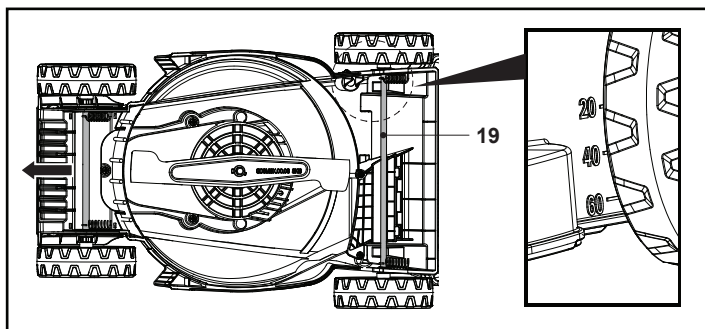

Fig. 6
2. Saisir l'axe de roue (19) des deux côtés (Fig. 6).
3. Tirer uniformément sur l'axe et le laisser s'enclencher dans la position souhaitée (Fig. 6).